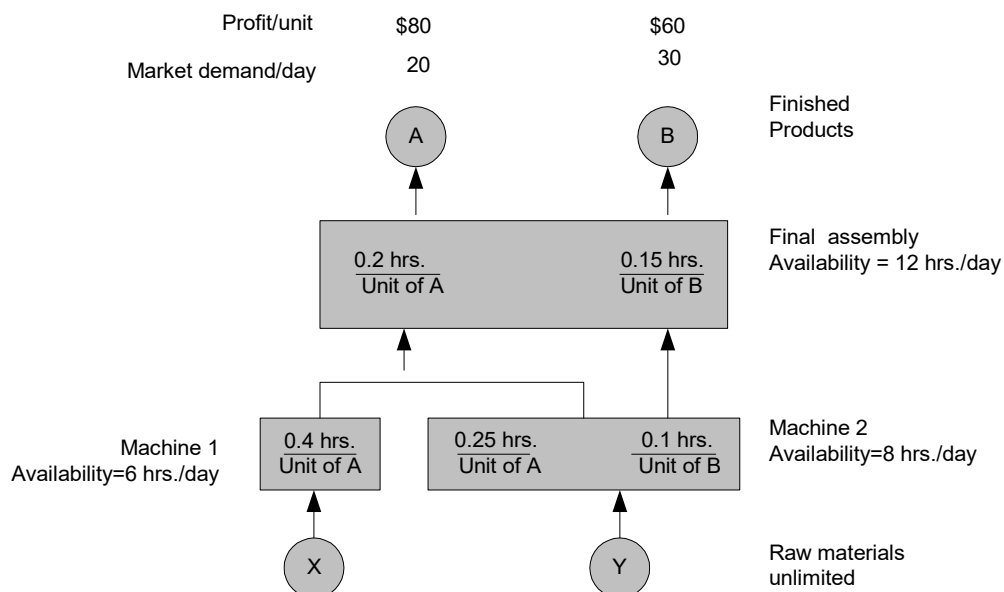

Figura 1 – Esquema de Produção
1. A empresa Ted Olson produz dois produtos diferentes, A e B. A taxa de demanda do mercado e o lucro por unidade de cada um são mostrados na Figura 1. Use Teoria das Restrições para: